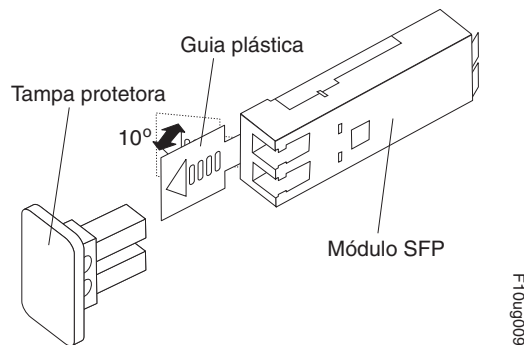

Figura 75. Destravando a Trava do Módulo SFP - Variedade Plástica
- Para módulos SFP que contêm guias de plástico, destrave a trava do módulo SFP puxando a guia de plástico 10° para fora, conforme mostrado na Figura 75.